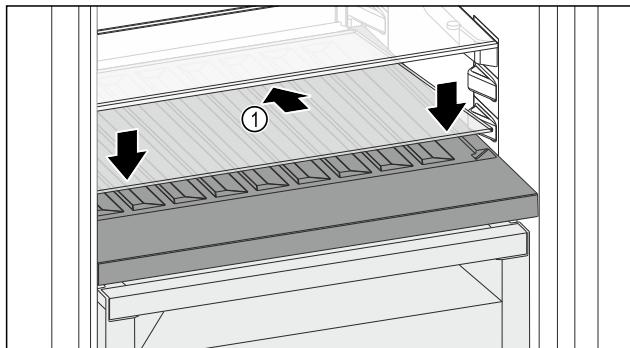

Fig. 116
- Вставьте стеклянную пластину Fig. 116 (1) наискосок и с уклоном назад вниз.
- Опустите стеклянную пластину Fig. 116 (1) спереди.